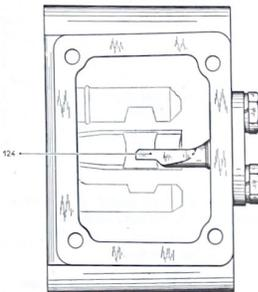

Fig. 3.17.—Posición del dedo-guía.
- b) Extraer el casquillo de tope (114) con ayuda de una varilla acodada.
- c) Retirar el dedo-guía (124, fig. 3.17) (si existe).
Nota.—En los últimos modelos de cajas de cambio, el dedo-guía (124) (fig. 3.17) ha sido suprimido, así como las arandelas de reglaje (125). Han sido modificadas las siguientes piezas: tapa trasera, palanca de mando (117) y su soporte, eje de la horquilla de Cuarta y muelles de empuje de los pistones de retorno (120). Estas nuevas piezas no pueden montarse en los modelos anteriores.
- b) Colocar la cazoleta de apoyo (118), presentar el muelle de apoyo (119) en el soporte (123) y colocarlo en su sitio bajo los salientes de retención, comprimiéndolo por medio de un destornillador.
- c) Colocar los muelles (120) en los pistones, engrasar los pistones (121) y colocarlos en sus alojamientos, orientando el fresado frente a los orificios de paso de los pasadores (122). Comprimir cada muelle utilizando un destornillador, y colocar en su sitio los pasadores (122). Comprimir
c) Si la caja de cambios está provista del dedo-guía (124, fig. 3.17) montarlo y apretar los tornillos con arandela Grower.